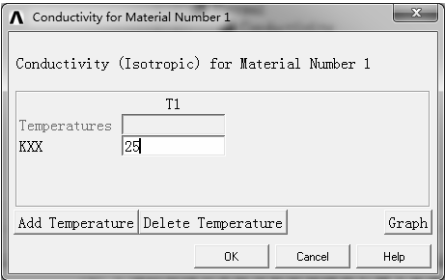

图 8-143 “Conductivity for Material Number1” 对话框
3) 在右侧列表中选择“Thermal>Conductivity>Isotropic”, 弹出“Conductivity for Material Number1”对话框, 在“KXX”文本框中输入热导率为 25, 如图 8-143 所示。单击“OK”按钮确认。